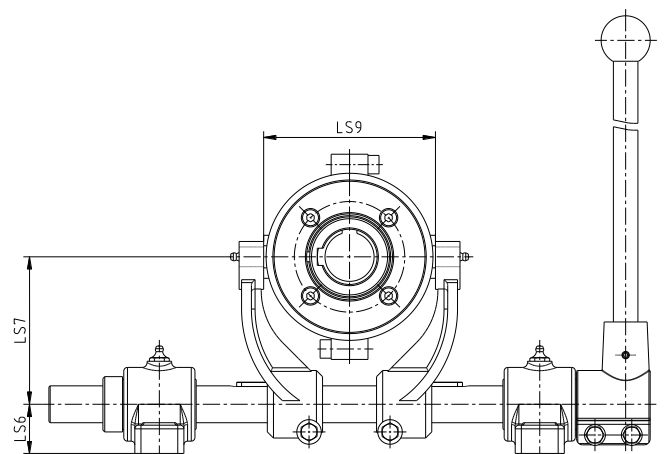

Bild 20
- Richten Sie die Schaltgabeln, Schaltwelle (Bauteil 3.3) und Augenlager (Bauteil 3.4) fluchtend mit dem Schleifring aus. Halten Sie die Maße LS7 und LS9 ein (siehe Bild 20 bzw. Tabelle 6 und 9). Achten Sie darauf, dass die Schaltgabeln gleichmäßig an den Schaltzapfen anliegen.
**Bei einer durchgehenden Grundplatte ist das Maß LS6 (siehe Bild 20 bzw. Tabelle 6 und 9) bei Schaltgestänge Gr. 5 um min. 10 mm und bei Schaltgestänge Gr. 6 um min. 15 mm zu erhöhen. Entsprechend sind die Konsolen der An- und Abtriebsseiten anzupassen.**